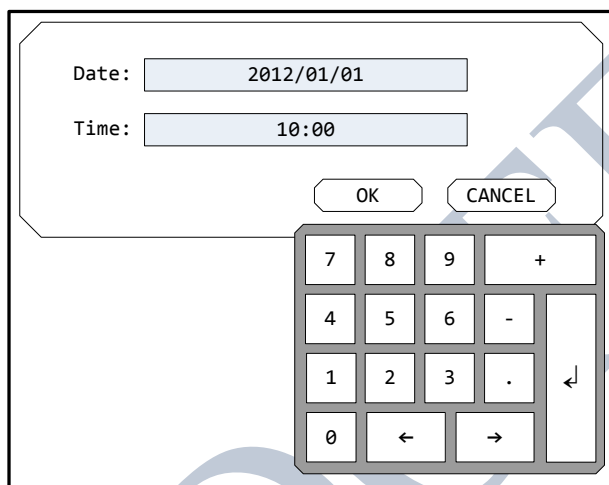

Рисунок 2-5 Окно редактирования дат с цифровым табло.
2. Для установки даты выберите соответствующее окно, обозначенное как “Date:” с левой стороны, и используйте цифровые кнопки для ввода даты. (Рис. 2-5). Формат даты - “YYYY / MM / DD”. Где ‘Y’ - обозначает год, ‘M’- обозначает месяц и ‘D’ -обозначает день. Допустимый предел ввода: от “2000 / 01 / 01” до “2099 / 12 / 31”. Ввод неправильных дат недопустим, например: “2012 / 06 / 31” или “2013 / 02 / 29”.